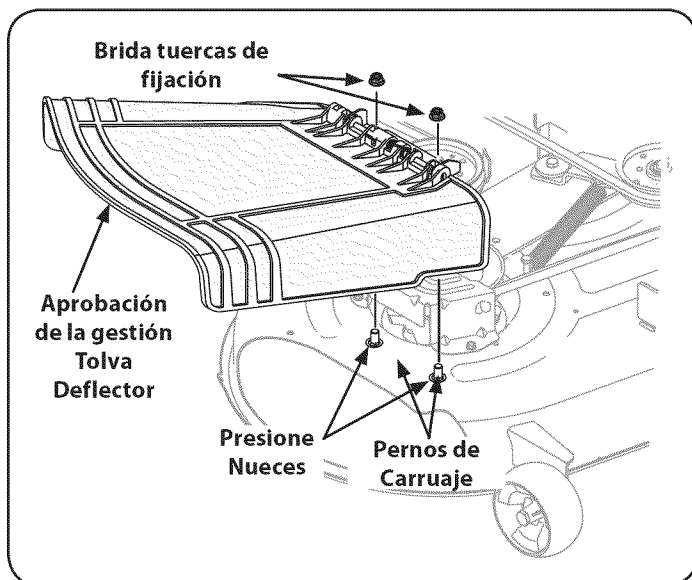

Figura 7
6. Instale el deflector del canal de descarga con los pernos del carro, empuje las tuercas y la brida de tuercas como se muestra en la Figura 7 y apriete bien el hardware.